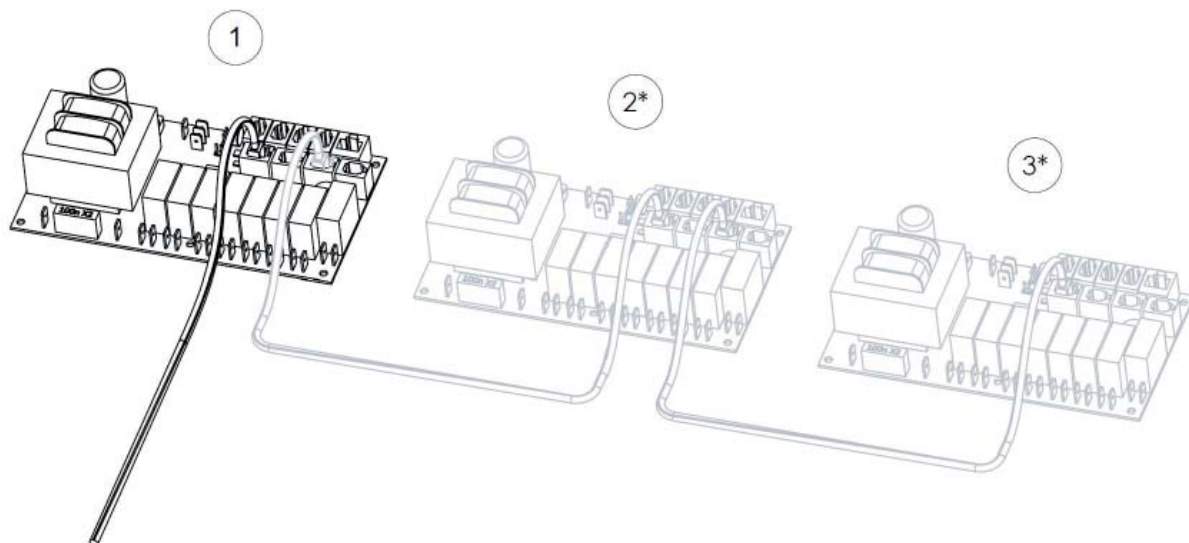
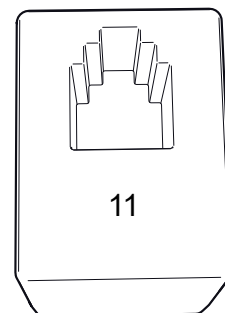

Рис. 16 * = опционально
Рис. 17
Информация о подключении датчика температуры и т.д. к панели управления посредством быстрых соединителей приведена в описании платы (Рис. 17)
В соединениях между генераторами применяется кабель малой мощности (4-жильный) с соединителем RJ10, (Рис. 16.) Информация о конфигурации штыревых контактов приведена в разделе «Описание модульного соединителя» (Рис.17).
В случае если необходимо провести обслуживание одного парогенератора, другие могут продолжать использоваться. Один генератор, назначенный в качестве дополнительного, отключается посредством извлечения кабеля между платами. (Рис. 16)
2. Отключите кабель, соединяющий платы управления (Рис. 16)